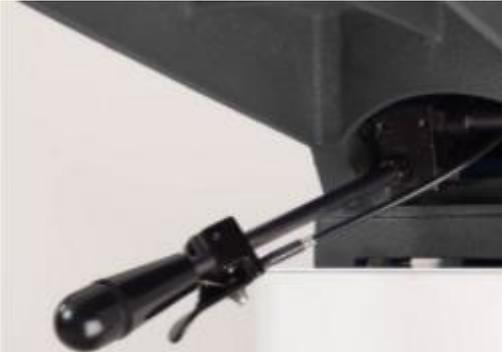

Рис. 2 Общий вид станка
4.1.1 Схема общего вида станка представлена на Рис. 2.